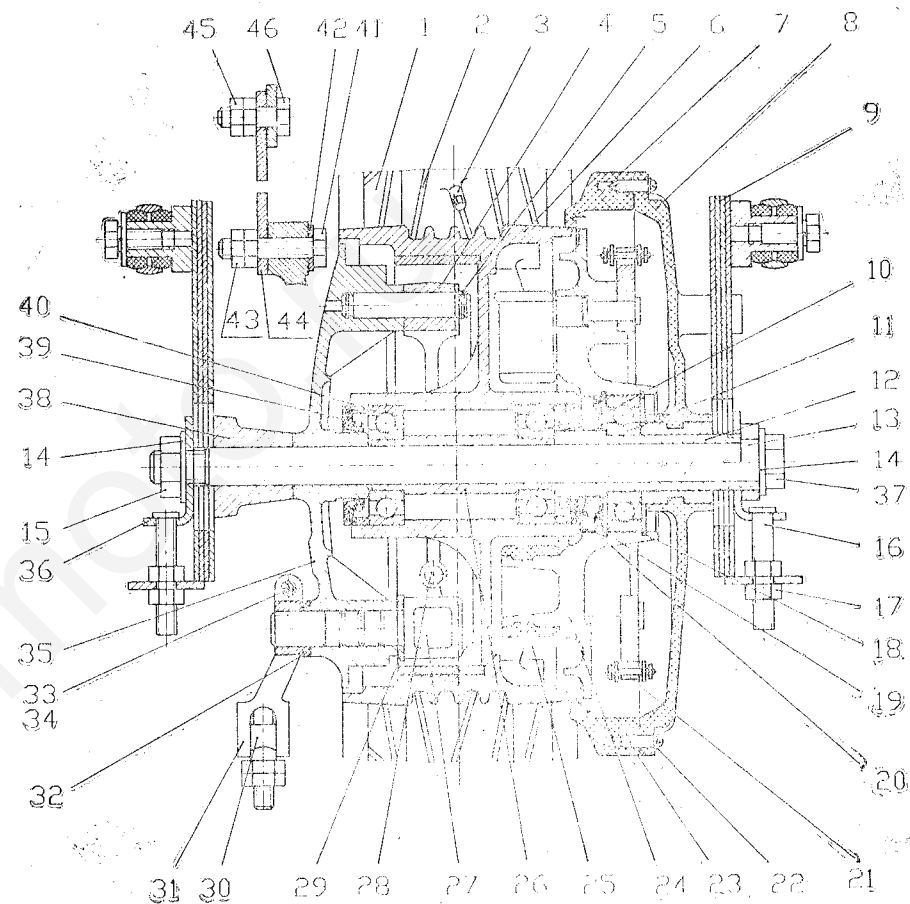

Рис. 15. Колесо заднее
Для снятия заднего колеса (рис. 15) выполните следующее:
- отверните гайку 13 (рис. 15) втулки кожуха цепи и снимите кожух 7, 8 вместе с чехлами и цепью;
- ослабьте гайку 15 (рис. 15) крепления оси заднего колеса, гайку 13 крепления втулки кожуха цепи, гайки 17 левой и правой натяжек цепи;